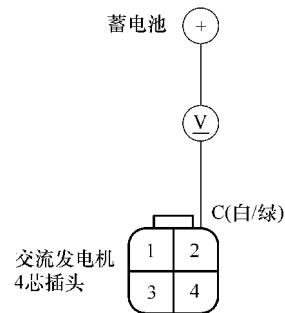

图 3-24 测量交流发电机 2 号端子与蓄电池正极电压
- 2) 打开点火开关至 ON (II) 位置。
- 7) 如图 3-24 所示，测量交流发电机 4 芯插头 2 号端子与蓄电池正极接线柱之间的电压是否为 1V 或更低。